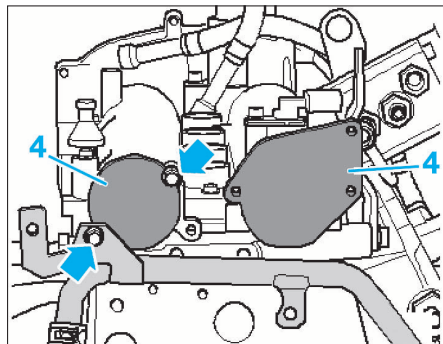

FIG. 16
- Déposer les obturateurs (4) (Fig.16).